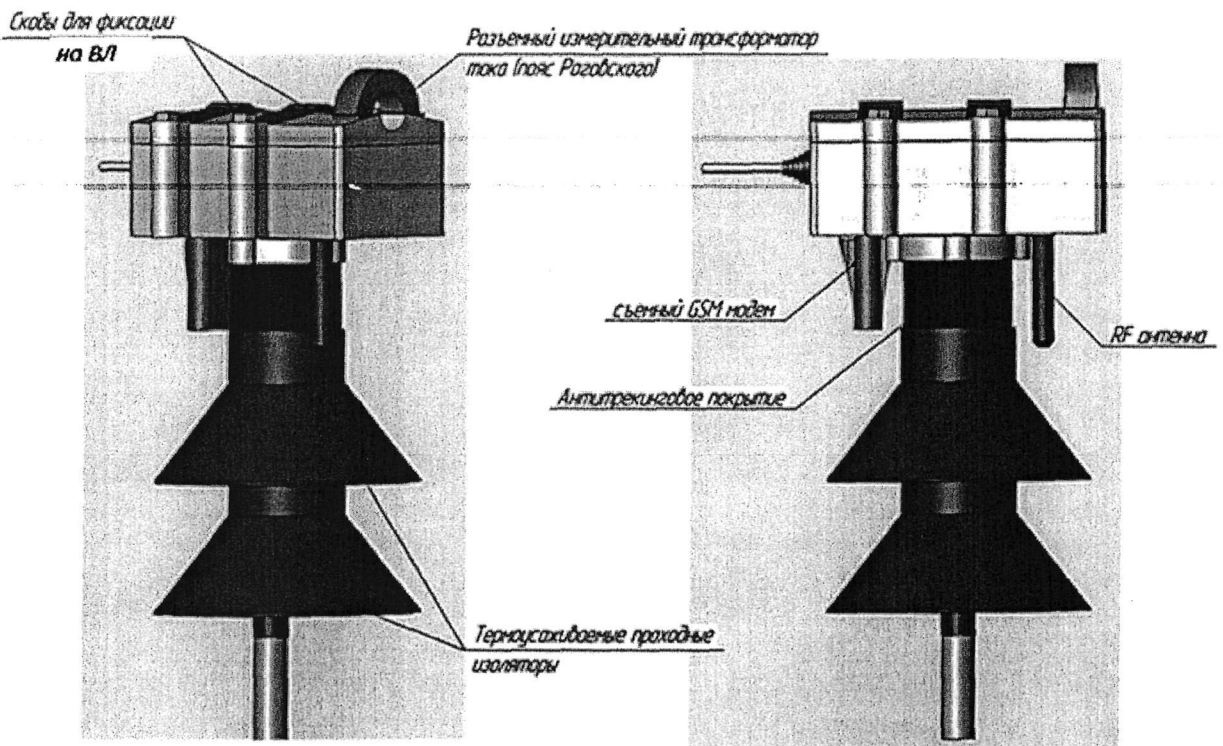

Рисунок 1 – Внешний вид ДИЭ. Корпус внешний не показан
1.38 Конструкция ДИЭ (с полной заливкой его герметиком) обеспечивает невозможность вмешательства в него извне без вывода ДИЭ из строя (см. рисунок 1). После установки на место эксплуатации измерительный блок ДИЭ закрывается внешним корпусом, обеспечивающим дополнительную защиту от внешних воздействий, при этом все элементы маркировки и выход ТМ остаются видимыми с поверхности земли. Внешний корпус после установки пломбируется пломбой энергосбытовой организации.